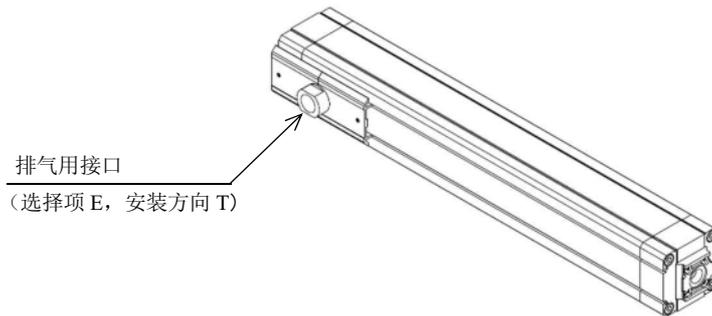

图 7
- 5) 带有排气用接口(选择项 E)的情况，管道连接时请使用内径 8.9mm 以上，长度 2m 以内的胶皮管或者管材。（如图 7 所示）